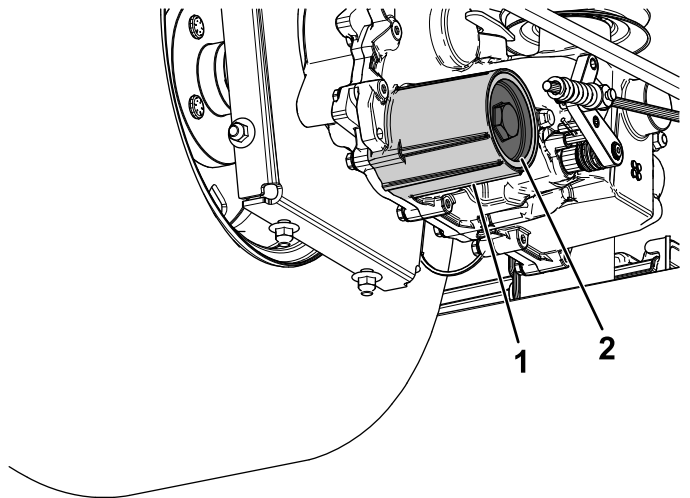

Figura 74
7. Retire la tapa del filtro de fluido hidráulico del transeje para vaciar el fluido (Figura 74).